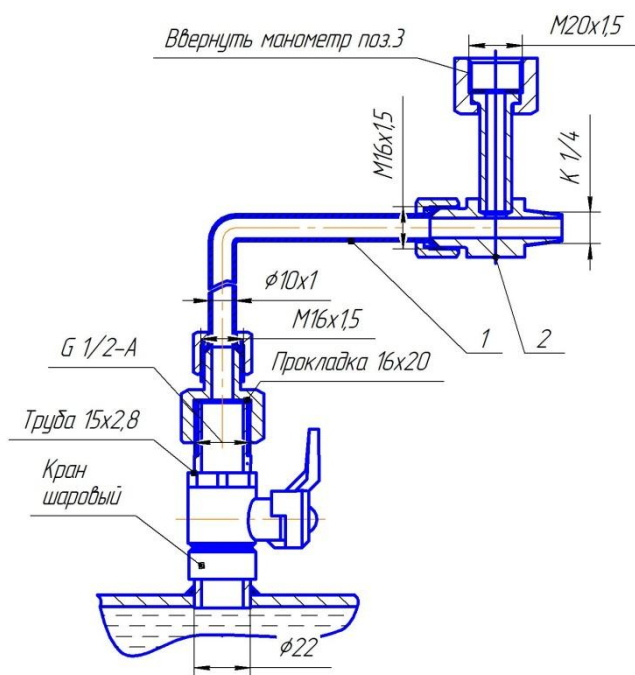

Рис.3 Комплект монтажных частей АЛШ 4.075.004-01.
Установка регулятора и монтаж подводящих линий производится в строгом соответствии с принятой схемой регулирования и схемой отбора давления (см.рис.3 и 12). Регулятор должен быть установлен в трубопровод таким образом, чтобы направление движения среды соответствовало стрелке на корпусе.
- для регулятора РПД установить два штуцера на прямой и обратный трубопроводы согласно схеме подключения рис.3;
- для регулятора РД – один штуцер на прямой трубопровод (для исполнения «НО») или обратный трубопровод (для «НЗ») рис. 3;
- соединить трубками соединительными (табл.5, поз.1) из комплекта монтажных частей штуцера регулятора со штуцерами трубопровода рис.3.